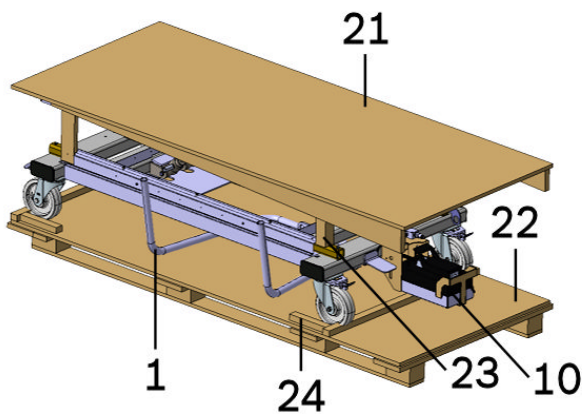

Bild 8: Saxlyftbord på lastpallen
1. Avlägsna trälisterna (24) framför transporthjulen (6) (se Bild 8).
2. Tryck upp bromspedalen (12) för att lossa bromsarna.
3. Håll i handtaget (1). Rulla saxlyftbordet långsamt nedför rampen (21) tillsammans med en assistent.
2. Ta bort träpluggarna (23) från saxlyftbordet (se Bild 8).